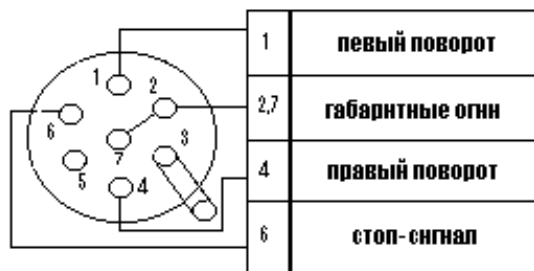

Рисунок 2. Схема подключения электрооборудования
- присоединить три провода от клемм розетки № 1, 2, 6 к левому заднему фонарю, а один провод от клеммы №4 к правому заднему фонарю (см. схему Рис. 2)